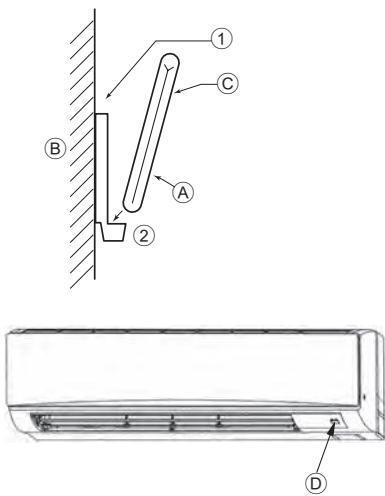
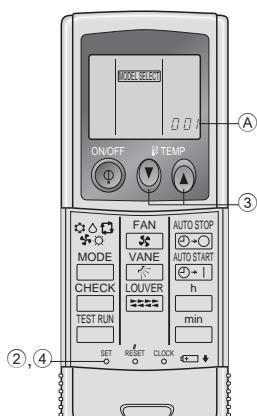

Fig. 6-2
Fig. 6-3
2) Метод установки (Fig. 6-2)
- ① Закрепите держатель пульта дистанционного управления в выбранном Вами месте с помощью двух самонарезающих винтов.
- ② Вставьте низ пульта в держатель.
3) Настройка (Fig. 6-3)
- ① Вставьте батарейки.
- ② Нажмите кнопку SET остроконечным предметом.